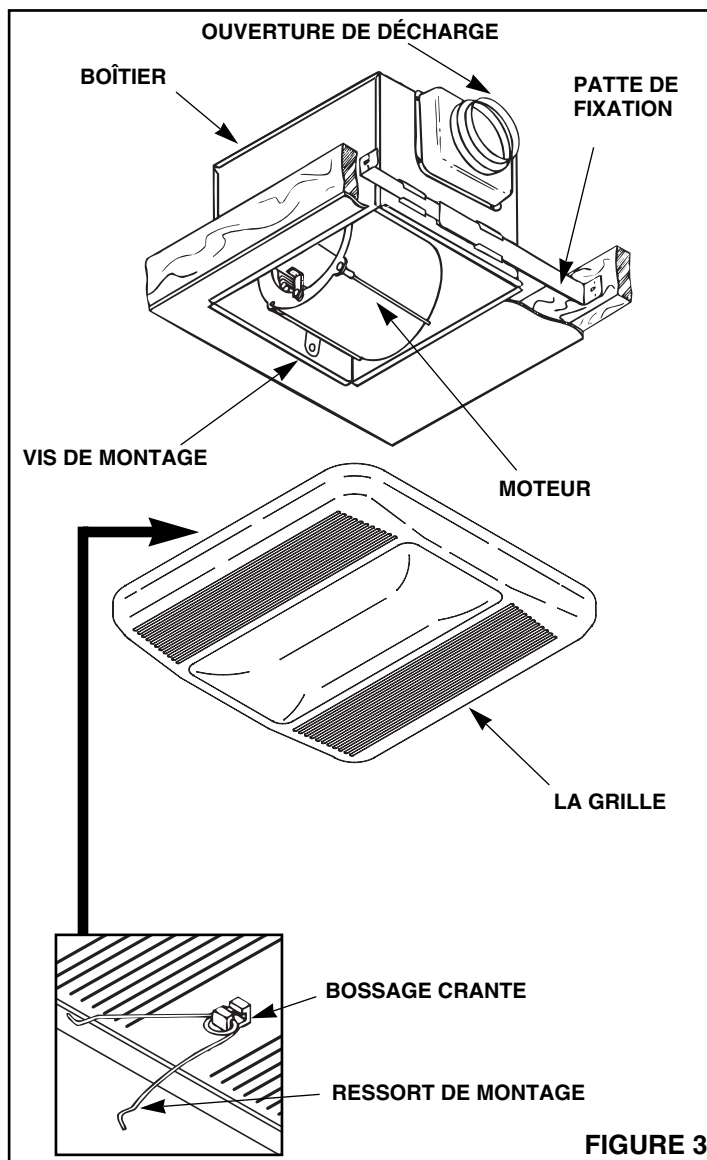

FIGURE 3
- Voir la Figure 3.** Insérer les pattes de montage à chaque extrémité du boîtier.
- Reportez-vous à la Figure 3.** Resserrez la vis à fond.